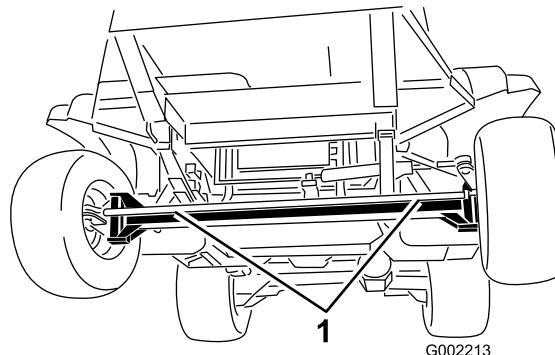

**Figure 26**
1. Tournez la vanne de remorquage (Figure 26) de 90° dans un sens ou dans l'autre pour l'ouvrir.